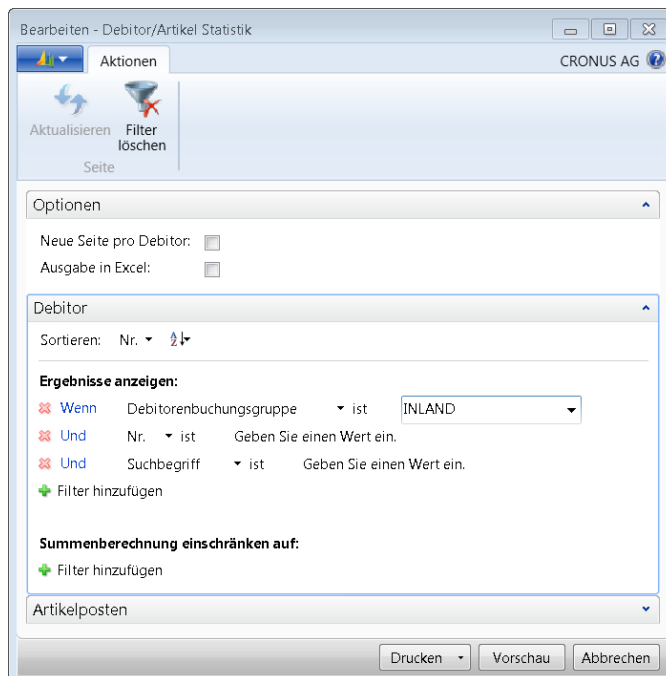

Abbildung 2.13 Eintragen des Filterkriteriums im Anforderungsfenster der *Debitor/Artikel Statistik*
3. Für den zweiten Teil der Übungsaufgabe wählen Sie den Link zum Aufruf des Berichts ein weiteres Mal. Diesmal tragen Sie im Filterbereich des Anforderungsfensters den gewünschten Filter auf inländische Kunden ein (siehe Abbildung 2.13).